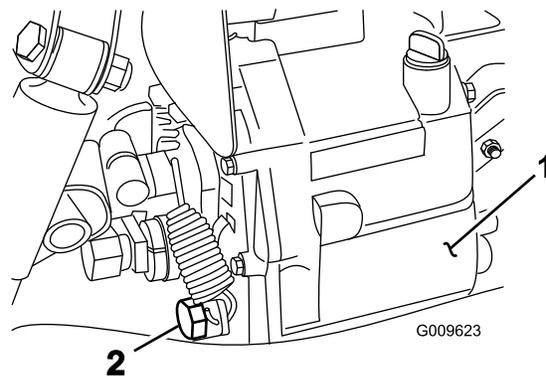

図 69
4. 油圧オイルタンクの側面にあるドレンバルブをゆるめ、流れ出すオイルを容器に受ける(**図 69**)。